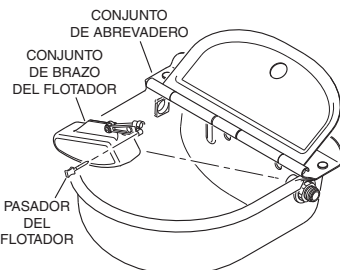
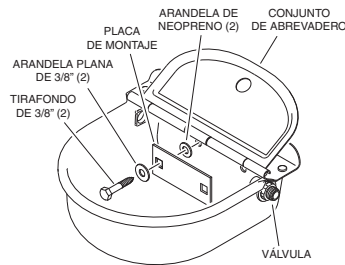

Figura 1
Figura 2
2. Extraiga el pasador y el conjunto de brazo de flotador del abrevadero para tener acceso a los orificios de montaje (ver la figura 1).
4. Haga un orificio en cada uno de los dos (2) lugares marcados.
5. Instale el abrevadero tal como se ilustra (vea la figura 2 ó 3).